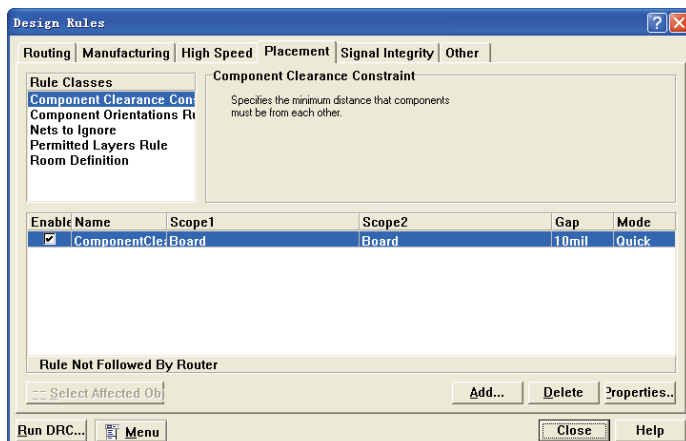
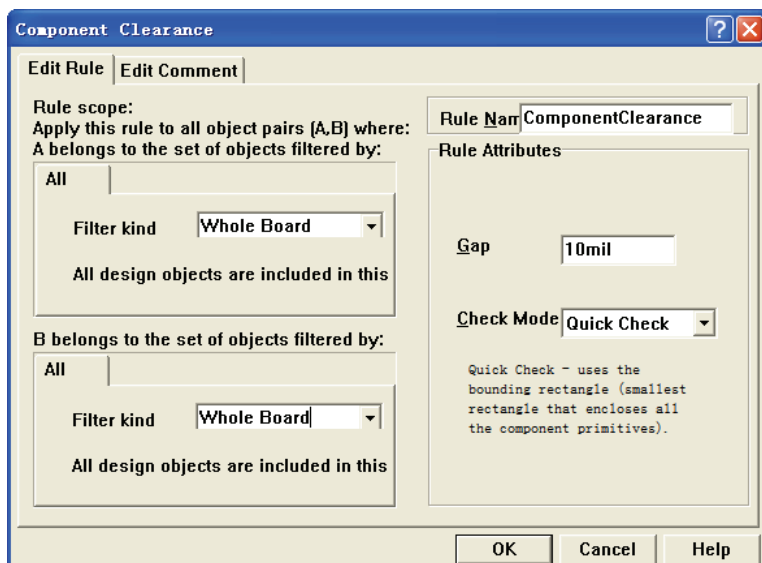

图 8-17 “Component Clearance Constraint” 规则设置项
图 8-18 “Component Clearance”规则属性对话框
- “Component Clearance”（元件间距限制规则）选项：设置元件间距，如图 8-17 所示为该设置的对话框。在 PCB 可以定义元件的间距，该间距可以影响到元件的布局。单击 **Properties..** 按钮，系统弹出属性设置对话框，如图 8-18 所示。